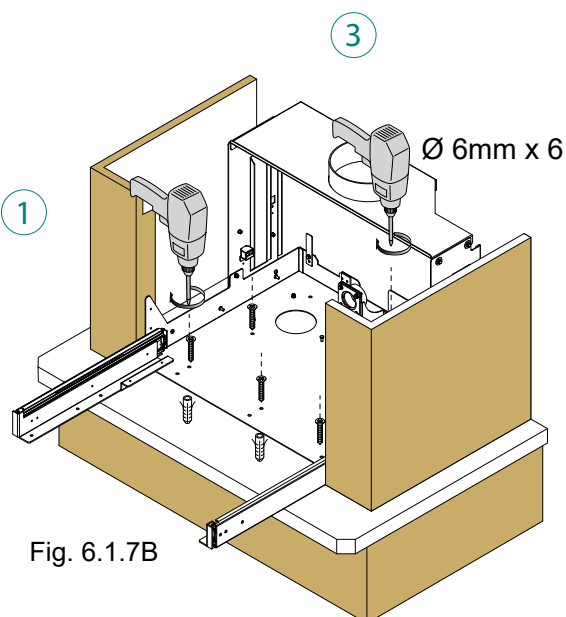

Fig. 6.1.7B
13. Introducir los tarugos de 6 mm en los agujeros realizados y fijar la bancada con los tornillos. (3) - (Fig. 6.1.7B).